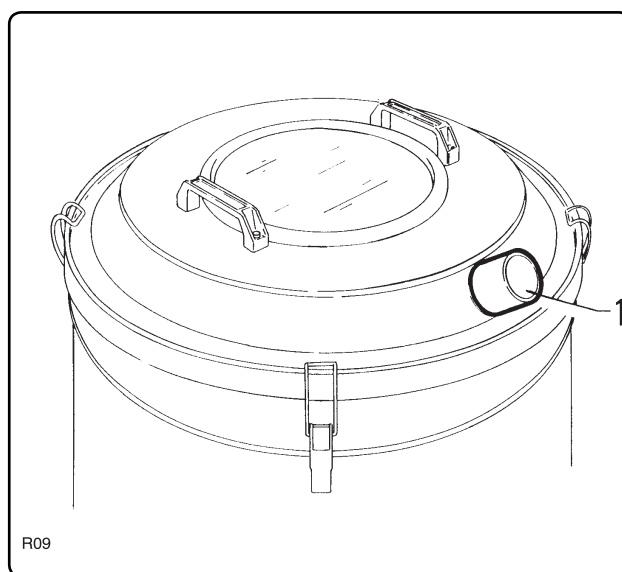

Fig. 5.3.1
5.3 - Inspeção da conexão elétrica (fig. 5.3.1)